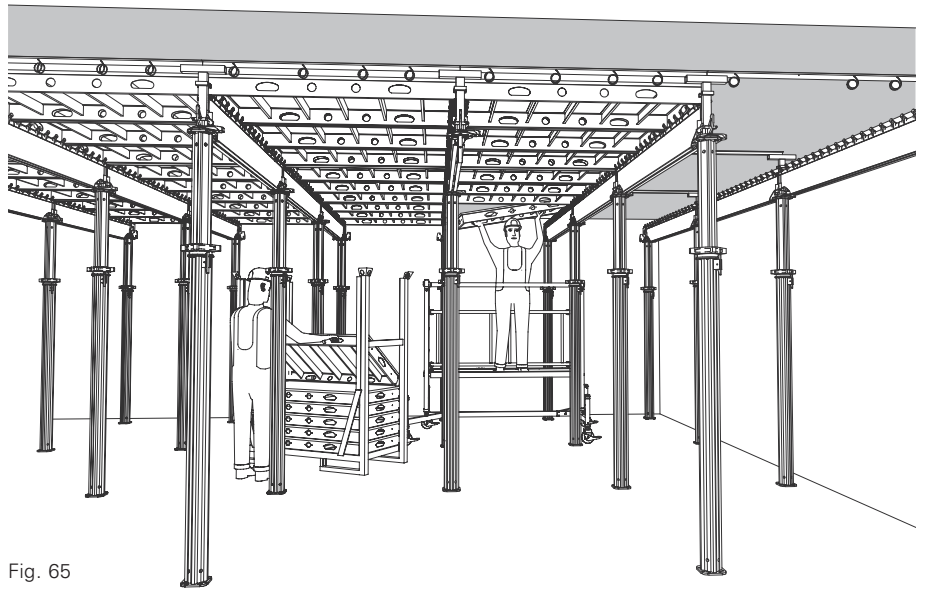

Fig. 65
- Relever le panneau et le déplacer d'environ 10 cm vers le côté libre. Faire pivoter vers le bas et stocker dans des palettes. (Fig. 65)